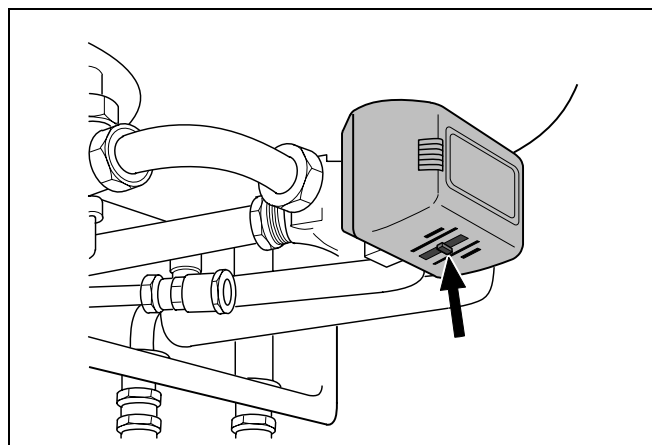

Fig. 15 Interruttore meccanico della valvola a tre vie
- Porre l'interruttore meccanico della valvola a tre vie sulla posizione intermedia (fig. 15).